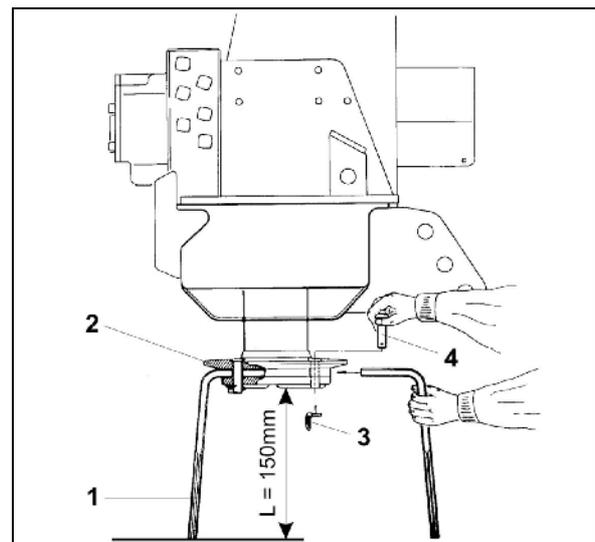

Fig. 80
Die Bodenbearbeitungszinken (Fig. 80/1) sind in den Taschen der Werkzeugträger (Fig. 80/2) befestigt.
1. Klapstecker (Fig. 80/3) aus dem Bolzen (Fig. 80/4) herausziehen.
2. Bolzen (Fig. 80/4) nach oben aus dem Werkzeugträger ausschlagen.